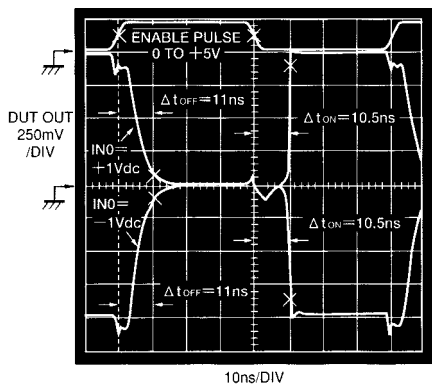

図5. イネーブルおよびディスエーブルスイッチング特性
- ENABLEピンは0Vから+5Vパルス(3nsエッジ)で駆動されます。SELECT入力の状態はどのチャンネルが動作しているかを決定(すなわち、SELECT = 論理0であれば、IN0が選択される)。IN0 = +1Vdc, IN1 = -1Vdcで、計測する変移時間はENABLEパルスの50% (+2.5V)からトータルな出力電圧の変化の90%まで。図5では、 t_{OFF} はディスエーブル時間、 t_{ON} はイネーブル時間。